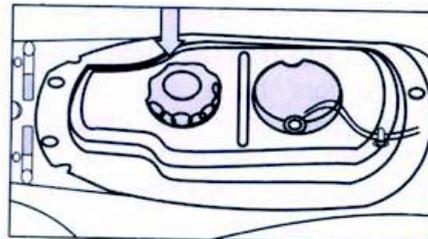

Abb. 28
6.1 Der Benzintank ist unter der Sitzbank platziert. (Abb. 28) er kann nur bei entriegelter und aufgeklappter Sitzbank betankt werden. Schrauben Sie zum betanken des Fahrzeuges die Verschlusskappe des Tanks ab, und füllen Sie den Kraftstoff ein.